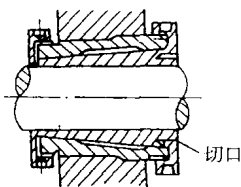

图 1-9 间隙可调的整体式向心滑动轴承
④ 间隙可调的整体式向心滑动轴承。间隙可调的整体式向心滑动轴承如图 1-9 所示。其轴瓦外表面为锥形, 与一个具有内锥形表面的套